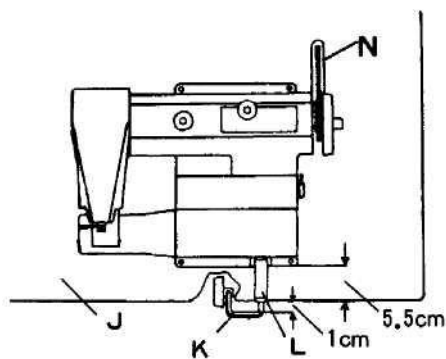

Рис. 2
2. Соедините передний конец длинного вала с коленоподъемником «K» и муфтой «L». Когда переключатель коленоподъемника будет находиться на расстоянии 1 см от торцевого края стола «J», зафиксируйте муфту (рис. 2).